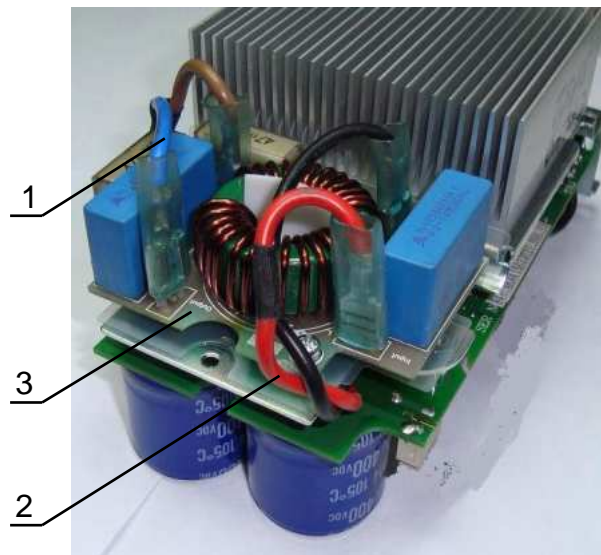

Рис. 6.11
6.7.4. Перевернуть модуль ПЧ. Отсоединить два конца жгута 1 и два конца жгута 2 от контактов платы 3 (рис. 6.11).